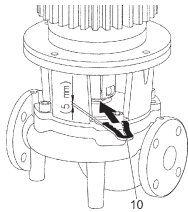

Fig. 13: A szerelő villa behelyezése
10. Tolja a szerelő villát (Fig. 13, 10. poz.) a közdarab és a csatlakozó közé. A szerelő villának hézagmentesen kell illeszkednie.
13. Tolja a szerelő villát (Fig. 13, 10. poz.) a közdarab és a csatlakozó közé. A szerelő villának hézagmentesen kell illeszkednie.